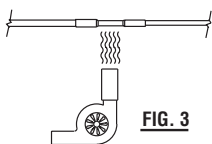

FIG. 3
6. Luego de probar la instalación, use una pistola de aire caliente** y aplique calor directamente a todos los conectores que sellan por calor que haya usado, empezando desde el centro y desplazándose hacia los extremos. Aplique calor a los conectores hasta que el tubo se encoja y el adhesivo fluya. Permita que los empalmes se enfríen antes de revisar los y probar su firmeza. Vea la Fig.3.